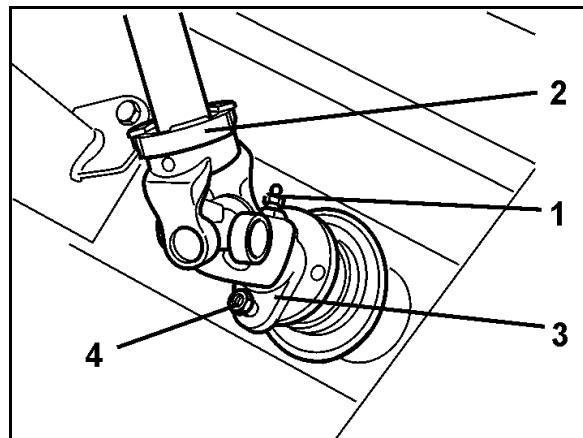

图 85
1. 万向传动轴连接叉（图 85/2）中的拧开锥形润滑嘴（图 85/1）。
2. 在万向传动轴的叉法兰（图 85/3）和齿轮箱输入轴的法兰之间卸除抗剪螺栓（图 85/4）。